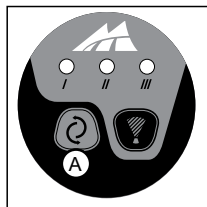

FIGURA 1
2. Permitale a la unidad aproximadamente 30 segundos para calentarse y por defecto en nivel de vapor medio (II).
3. Presione el botón de potencia de giro para activar o desactivar la función de giro (consulte la figura 1, A). La dirección de giro cambia cada vez que el botón de giro está en la posición de encendido. Esto ayudará a prolongar la vida útil del cepillo. La función de giro se puede utilizar sin vapor.